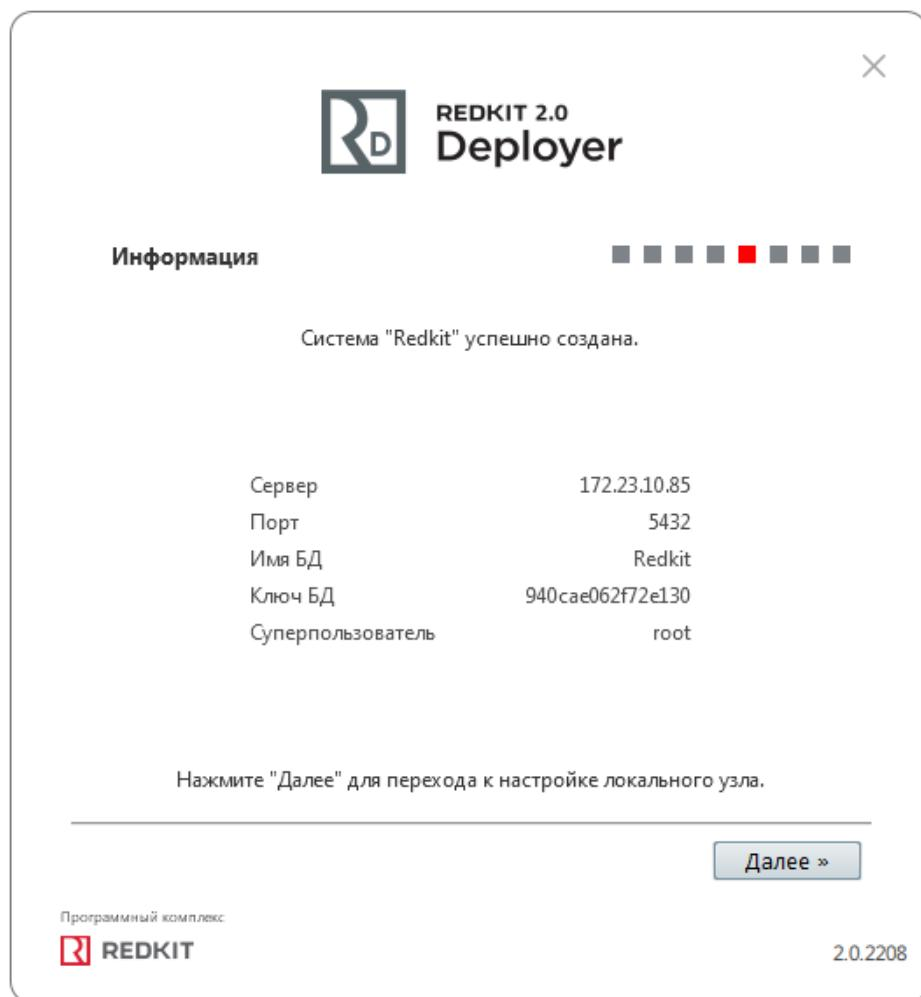

Рисунок 71 - Информация
13. Ознакомьтесь с информацией о созданной системе и нажмите **Далее** (Рисунок 71).